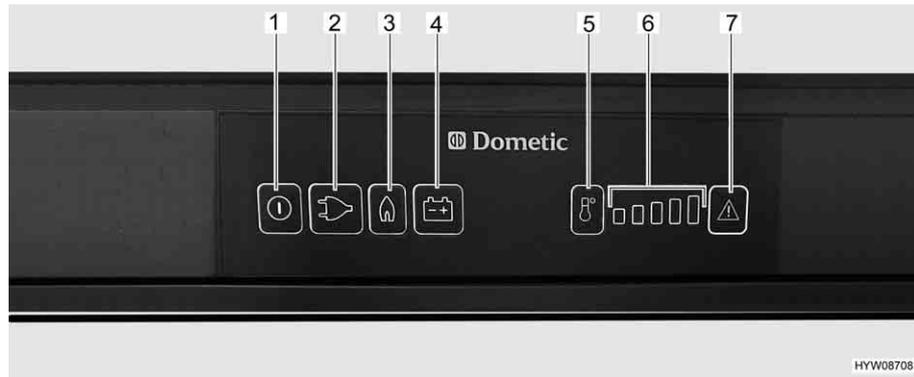

Bild 216 Bedienelemente für den Kühlschrank (Dometic 8er-Reihe mit MES)
- Taste Ein/Aus (Bild 216,1) etwa 2 Sekunden lang drücken. Der Kühlschrank schaltet sich ein. Die Taste der zuletzt gewählten Betriebsart leuchtet auf.
- Ggf. Taste für die Betriebsart "Gas" (Bild 216,3) drücken. Die Taste leuchtet auf. Die Gaszufuhr ist geöffnet. Der Zündvorgang erfolgt automatisch. Ein tickendes Geräusch ist hörbar, bis der Zündvorgang erfolgreich abgeschlossen ist.
- Kühltemperatur mit der Taste Temperaturstufenwahl (Bild 216,5) einstellen.
- Ggf. Taste Betriebsart "230 V" (Bild 216,2) drücken. Die Taste leuchtet auf.
- 12-V-Betrieb einschalten:* ■ Taste Ein/Aus (Bild 216,1) etwa 2 Sekunden lang drücken. Der Kühlschrank schaltet sich ein. Die Taste der zuletzt gewählten Betriebsart leuchtet auf.
- Ggf. Taste Betriebsart "12 V" (Bild 216,4) drücken. Die Taste leuchtet auf.